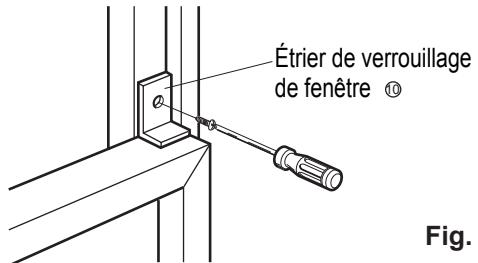

Fig. 9
12. Fixez l'étrier de verrouillage de fenêtre ⑩ à l'aide d'une vis de type C ⑧ (Fig. 9)